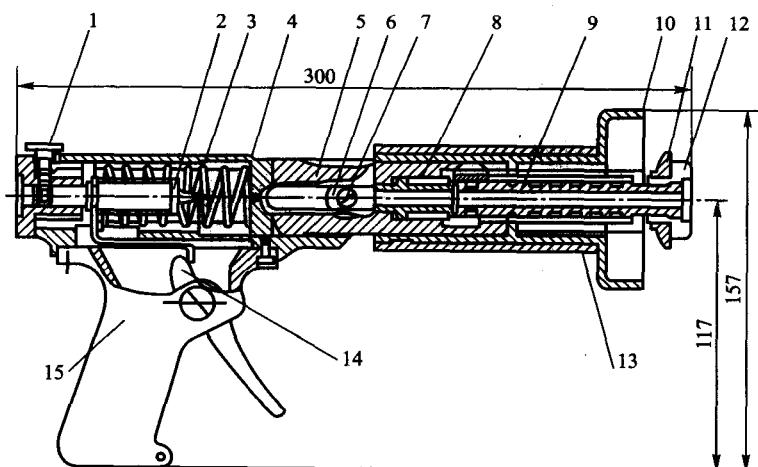

图 1-24 射钉枪器体构造示意图
(1) 射钉枪的构造:射钉枪主要由器体和器弹两部分组成。
① 器体部分构造 主要由垫圈夹、坐标护罩、枪管、枪体撞针、扳机等组成,如图 1-24 所示。其前部可绕轴闩扳折转动 45°。